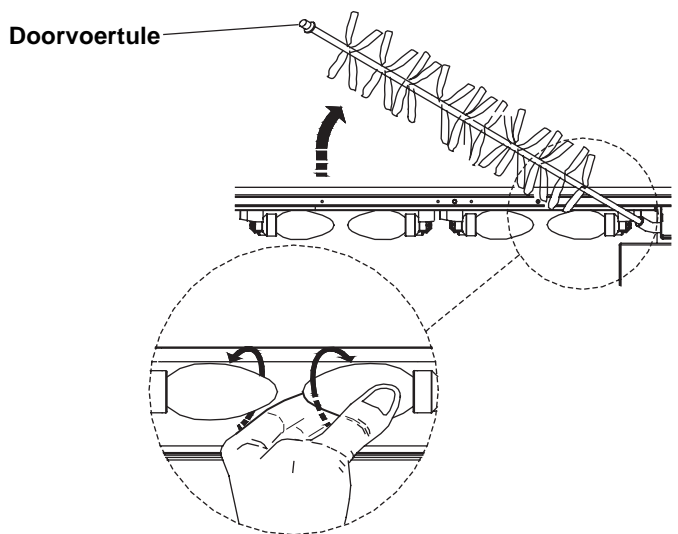

Fig. 8
4. Draai, om bij de gloeilampen te komen, de flexibele spindle uit positie en zorg ervoor dat de rubber doorvoertule niet kwijtraakt – zie **fig. 8**.
5. Draai de defecte lamp tegen de klok in los. Vervang hem door een 230V, 60W E14 SES lamp, draai deze niet al te vast aan (zie **fig. 8**).